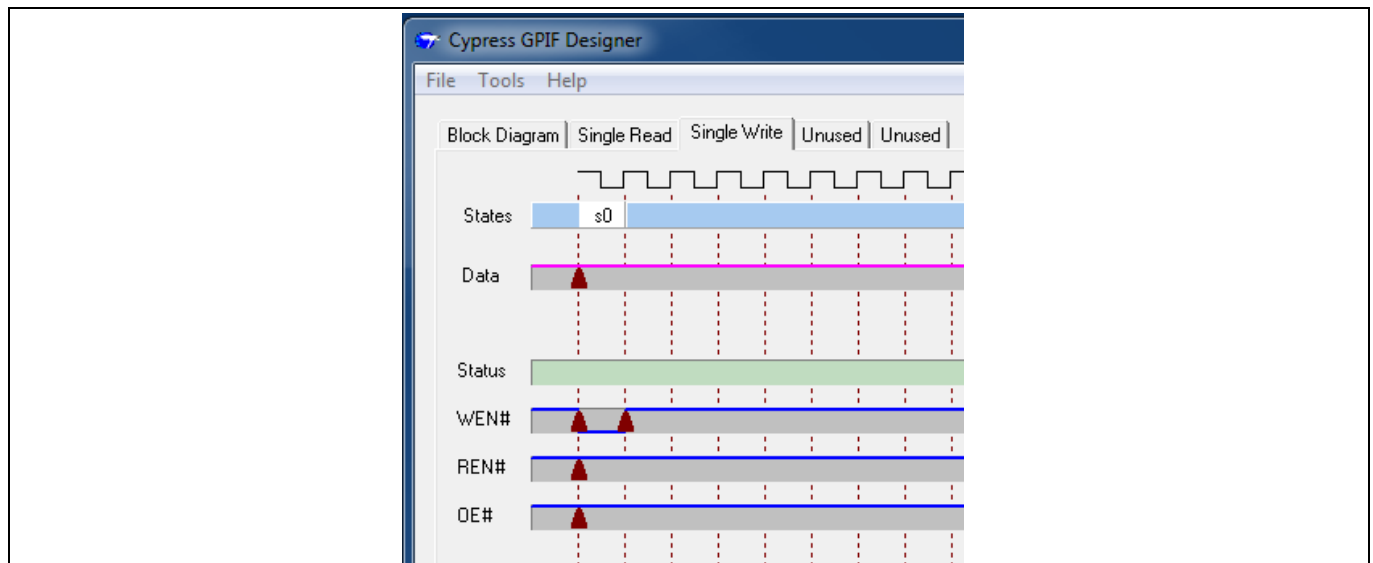

Figure 41 WEN#在一个时钟内保持低脉冲
3. 由于 GPIF 被写入到外部 FIFO，因此在波形期间，必须将 REN#和 OE#置于高电平，为防止外部 FIFO 驱动它的数据总线。为此，需要右击 OE#和 REN#跟踪上的操作点，并选择 **High (1)**。各波形如 **Figure 41** 所示。